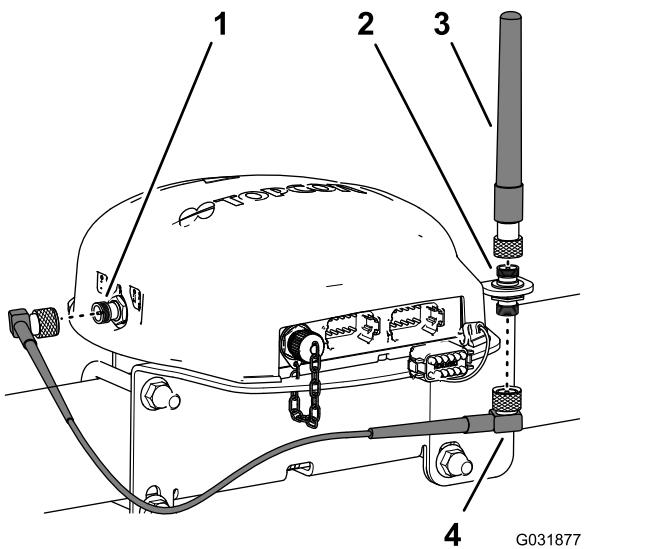

図 128
- 3. 同軸カップラの上側フィッティングに RTK アンテナを組み付け、アンテナに付いているナットを手締めする図 128。
- 4. 同軸カップラの下側フィッティングにアンテナ線を仮留めする図 128。
- 5. ケーブルを、ナビゲーション受信機の後ろを通して、CDMA または GSM 携帯電話用モデムの同軸コネクタまで導く図 128。
- アンテナ線を、同軸コネクタCDMA または GSM 携帯電話用モデムに接続する図 128。